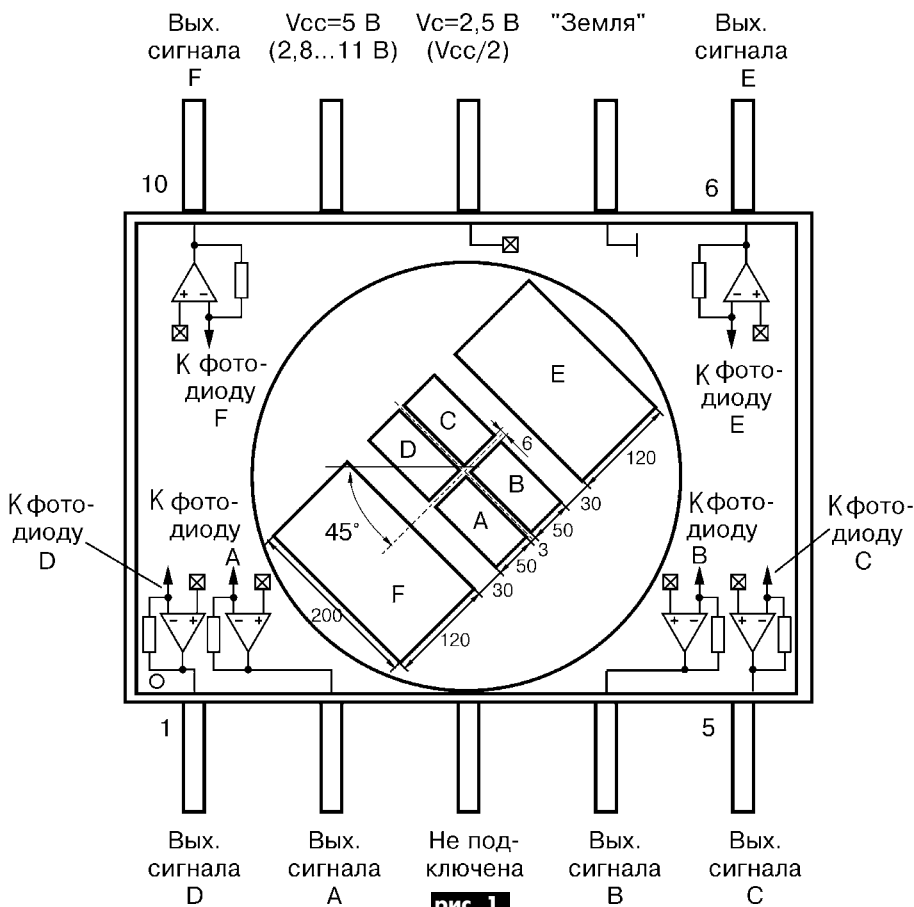

рис. 1
На **рис.1** показан фотодетектор (фотодиодная матрица) типа CXA1753M, установленный в оптическом блоке KSS213. Отличительной чертой его от фотодетекторов более ранних разработок является наличие шести встроенных усилителей, преобразующих фототоки фотодиодов А, В, С, D, Е, F в напряжения. На вывод 9 подают напряжение питания усилителей  $V_{CC}$ , на вывод 8 - напряжение смещения, равное половине напряжения питания. Выходной (усиленный) сигнал снимают с выводов 1, 2, 4, 5, 6, 10. От основных фотодиодов А, В, С, D путем суммирования выделяют электрический сигнал, высокочастотная (RF) составляющая которого несет в себе кодированную информа-